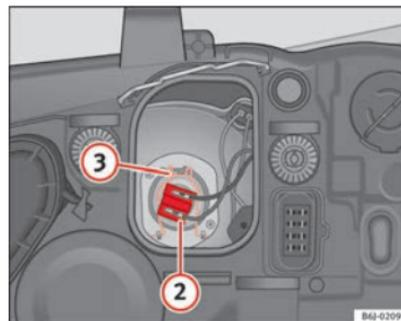

Fig. 152 Médios
- Retirar o conector ⇒ Fig. 152 ② da lâmpada.
- Desengate a mola de fixação ⇒ Fig. 152 ③ pressionando-a para dentro e para a direita